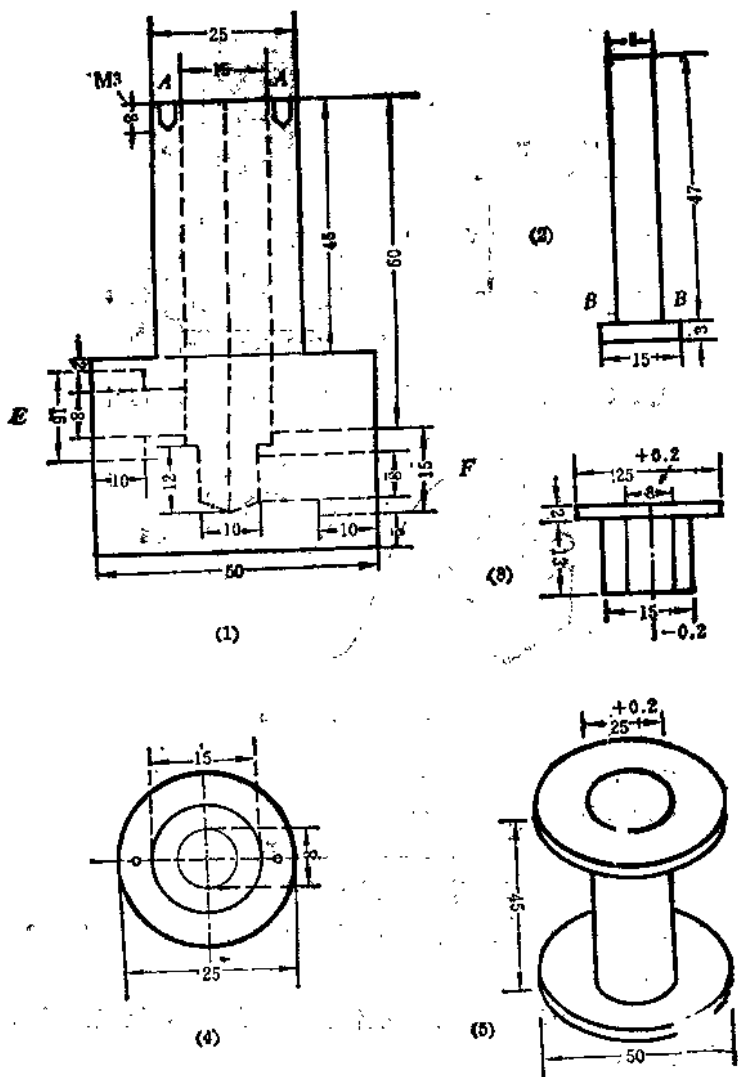

图 1-5 电磁阀结构图
米的孔,孔深6厘米,另一头3.5厘米长锯成正方形、并在正方体的相对两侧钻两个15毫米的孔,孔深10毫米,接着钻一个8毫米的孔,钻到和中心孔相通为止,另外找一根15毫米粗细的圆钢,退火,车成如图1-5(2)所示的尺寸,外面套一根压簧,另外再用尼龙棒车一个压板如图1-5(3)、图1-5(4)所示和图1-5(1)的A-A面配合钻2个2.5毫米的孔,并将图1-5
(4)零件A面上钻2个 $\phi 3$ 小孔将图1-5(1)零件上2个2.5毫米孔攻M3螺攻,成M3.并在图1-5(2)B-B平面上粘上一层薄橡皮,将图1-5(2)零件套上50毫米长的压簧(可用2毫米钢丝绕制),然后套上图1-5(3)零件,拧上螺丝。注意:要使图1-5(2)滑芯能在图1-5(3)的套盖中活动为佳。零件在图1-5(1)的E、F两个15毫米孔中胶上两个塑料螺纹节头,以便和水套和水龙头旋牢。再做一个如图1-5(5)所示的线圈筒,在筒上用0.1线径的漆包线,绕10000匝套在图1-5(1)的圆柱端。